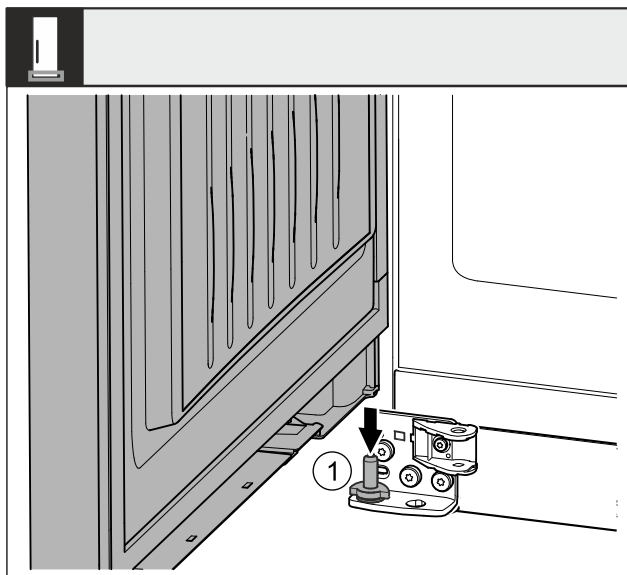

Fig. 42 *
- Deur van bovenaf op de onderste lagerbouten Fig. 42 (1) plaatsen.*